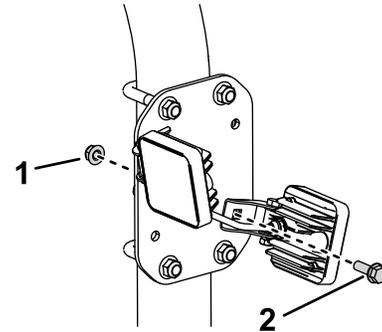

Figura 9
1. Rimuovete i dadi e i bulloni posteriori dalla staffa della luce operativa, come illustrato nella Figura 9.